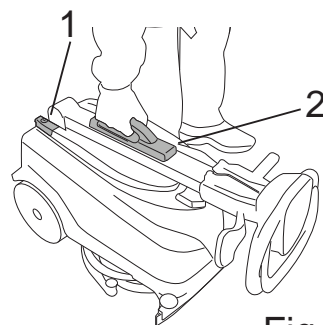

Fig.6
- Sluk maskinen på hovedafbryderen (Fig.6-Ref.1).
- Løft maskinen op i håndtaget (Fig.6-Ref.2).